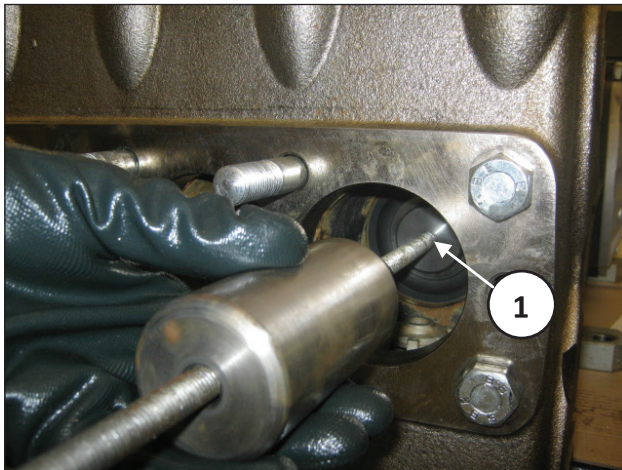

Abb. 131
Sie können im Notfall die Bohrung M10 zur Entnahme der Dichtungsbuchse mittels Schlagwerk verwenden (Pos. ①, Abb. 131).